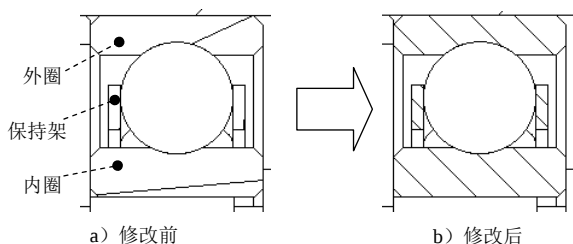

图 3.9.13 修改左侧轴承的剖面线
(9) 修改左侧轴承的剖面线。
① 在菜单中选择 **Pick (拾取)** 命令，在图形区选取图 3.9.13 所示左侧轴承的外圈部分，设置剖面线的角度值为 135，剖面线间距值为 0.05。
② 参照上一步骤，在图形区选取图 3.9.13 所示左侧轴承的内圈，设置剖面线的角度值为 135，剖面线间距值为 0.05。
③ 参照上一步骤，在图形区选取图 3.9.13 所示左侧轴承的保持架，设置剖面线的角度值为 135，剖面线间距值为 0.02，左侧轴承的剖面线如图 3.9.13b 所示。